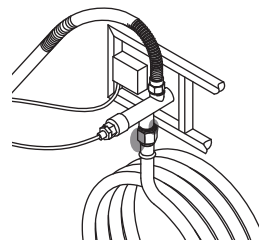

Figure 8
- Žarnos ir įrenginio dujų įvado (žr. Figure 8)